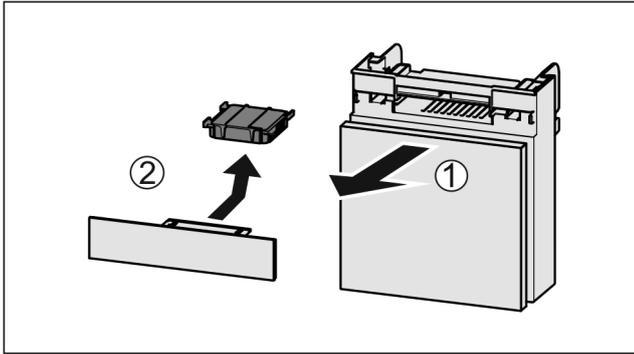

Fig. 200
- ▶ Fach nach vorne herausziehen Fig. 200 (1).
- ▶ Aktivkohlefilter entnehmen Fig. 200 (2).